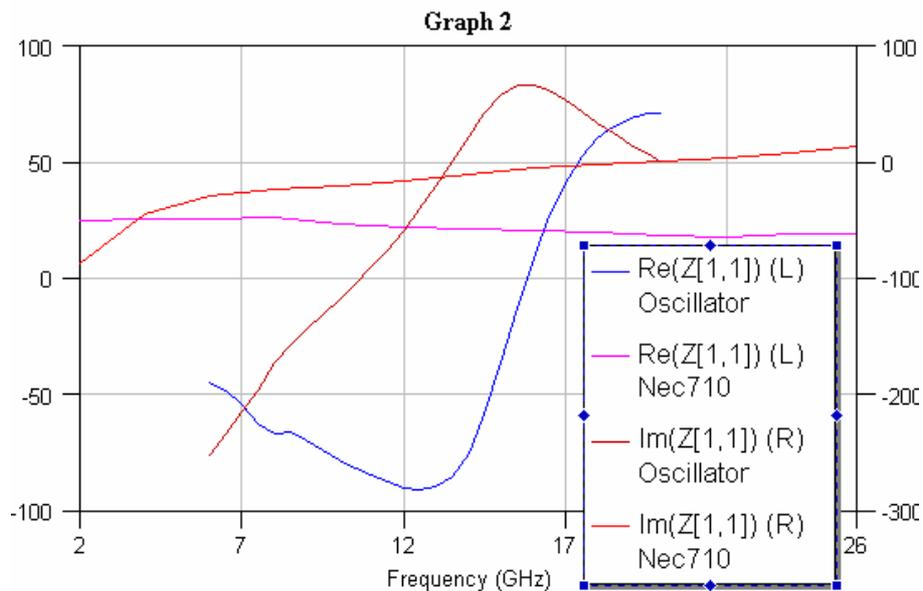

Рис. 1.10. Вывод графика входного импеданса в сечении схемы генератора на прямоугольную систему координат
**Добавление диаграммы (графика).** Щелчком правой клавиши мыши выбирают в дереве проекта опцию **Add Graph**, и в открывшемся диалоговом окне указывают имя графика. Должен быть также выбран тип графика: прямоугольный, полярный или др. и его параметры (рис. 1.10).